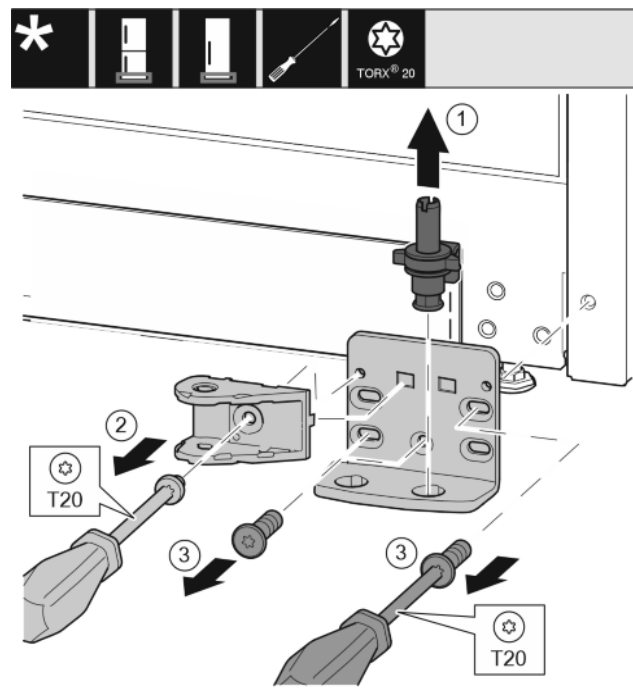

Fig. 27
- ▶ Ložiskový čap vytiahnite úplne nahor. Fig. 27 (1)
- ▶ Skrutky vyskrutkujte skrutkovačom T20 a odnímate spoj tlmíča uzatvárania. Fig. 27 (2)
- ▶ Skrutky vyskrutkujte skrutkovačom T20 a odnímate ložiskovú konzolu. Fig. 27 (3)